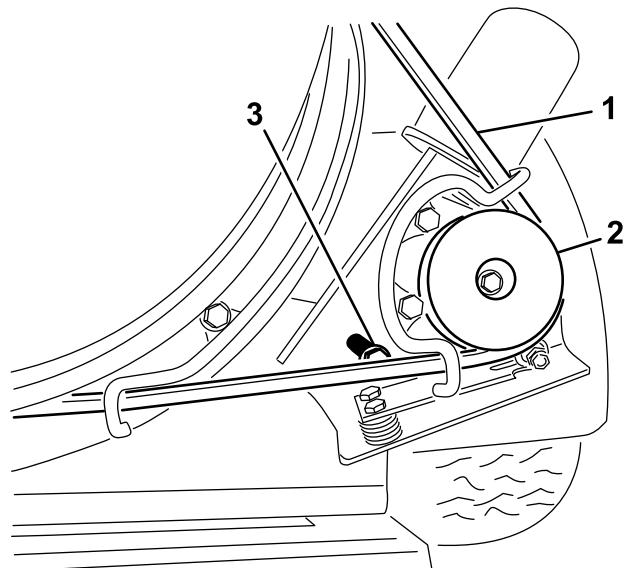

Bild 34
1. Lockern Sie die Schrauben, mit denen die Befestigungshalterung der Riemscheibe am Blaserrahmen befestigt ist (Bild 34).